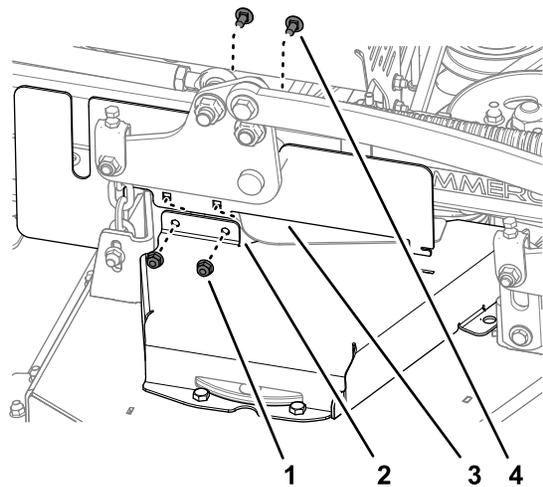

Рисунок 38
1. Удалите 2 каретных болта и 2 контргайки, которые крепят правый боковой кожух CE к правой крышке ремня (Рисунок 38).